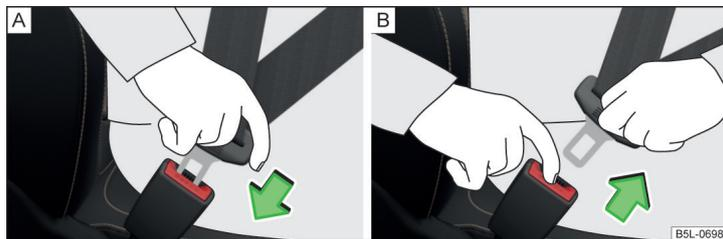

Fig. 7 Colocar y quitar el cinturón de seguridad
- Introduzca la lengüeta en el cierre correspondiente al asiento » fig. 7 - A hasta que se oiga como encaja.
- Pulse la tecla roja en el cierre del cinturón » fig. 7 - B, la lengüeta del cinturón saldrá disparada.